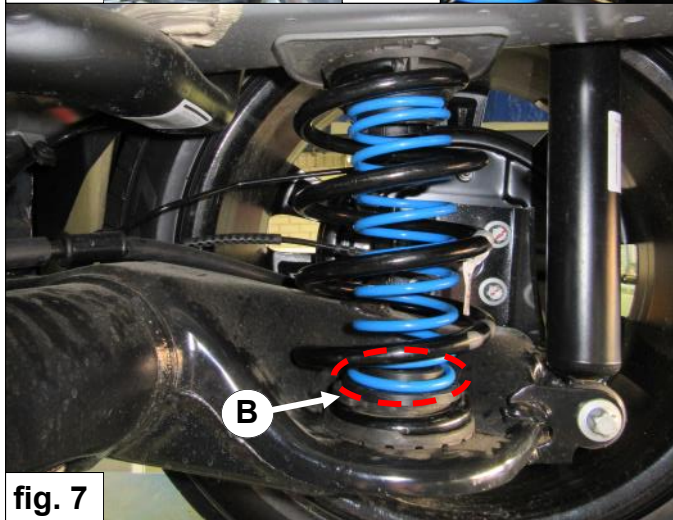

fig. 7
5. Druk de hulpveer C in veerschotel B. Zie fig. 7.
5. Press the auxiliary spring C into spring seat B. See fig. 7.
5. Stellen Sie Hilfsfeder C auf der Federteller B. Siehe Abb. 7.
5. Placez le ressort Auxiliaire **C** sur la coupelle **B**. Voir fig. 7.